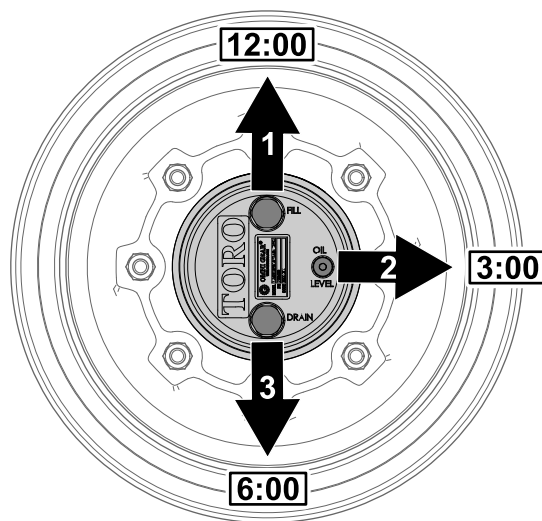

図 104
1. 水平な床面で、補給プラグが時計の12時の位置、点検プラグが3時、ドレンプラグが6時の位置を指すように駐車する 図 104。
2. 3時の位置にある点検プラグを外す 図 104。
1. 水平な床面で、補給プラグが時計の 12 時の位置、点検プラグが 3 時、ドレンプラグが 6 時の位置を指すように駐車する図 104 プラネタリギアオイルの点検 (ページ 68) を参照。